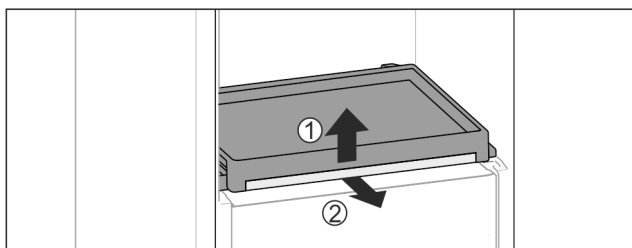

Fig. 113
- Vyjměte vysouvací přihrádku se skleněnou deskou: Skleněnou desku vpředu lehce nadzvedněte Fig. 113 (1) a vytáhněte dopředu Fig. 113 (2).